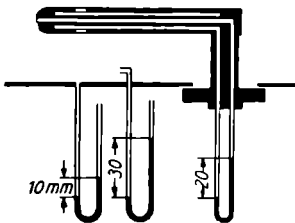

Bild 259
79. I. Der statische und dynamische Druck und die Geschwindigkeit des Wassers in einem Rohr sollen durch Messung mittels Prandtl'schen Staurohres festgestellt werden (s. Bild 259).